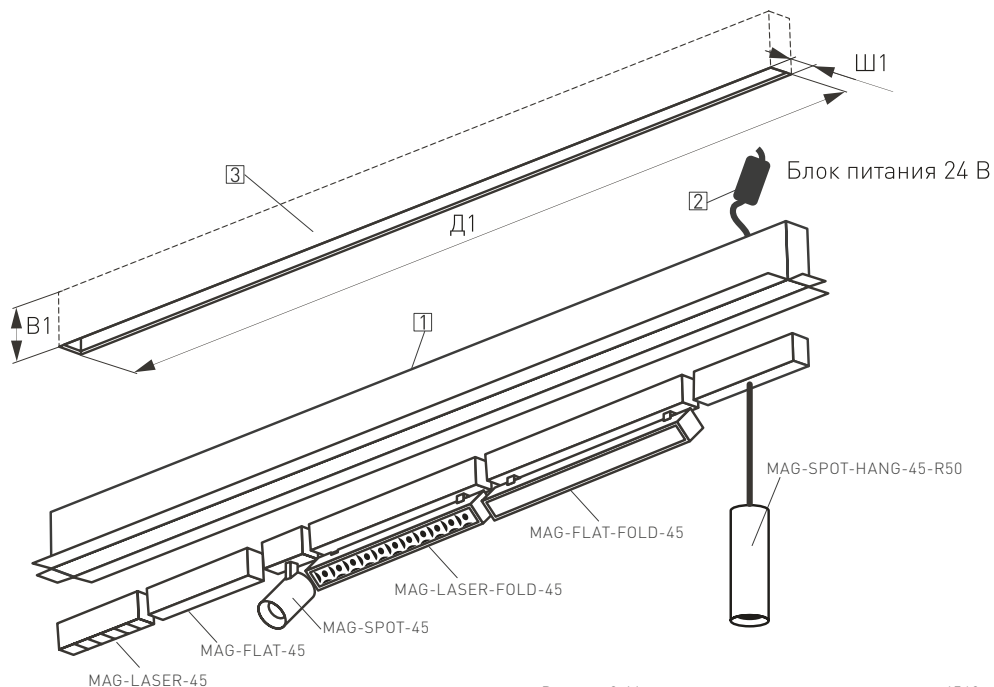

Рисунок 2. Монтаж магнитного шинопровода серии 4560.
- 3.1. Подготовьте в монтажной поверхности нишу [3] по размерам, указанным в таблице 2.1 (здесь и далее см. рисунок 2).